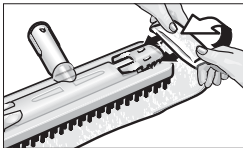

Рис. 3: затягування ганчірки для миття підлоги
- Закріпіть ганчірку для підлоги (G3) на соплі для підлоги (G1). Для цього складіть ганчірку уздовж навпіл та поставте на неї сопло для підлоги. Затягніть виступаючі кінці ганчірки один за одним під затискачі (G2) (див. рис. 3).